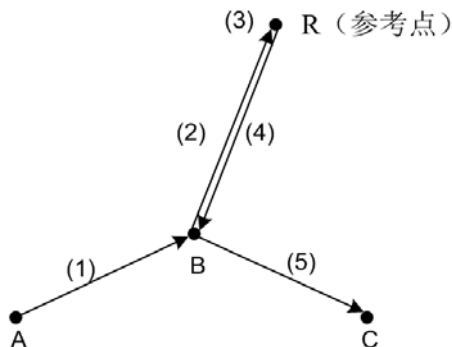

图 4-3-1-1
1、G28 程序段的动作可分解成如下（参见图 4-3-1-1）：